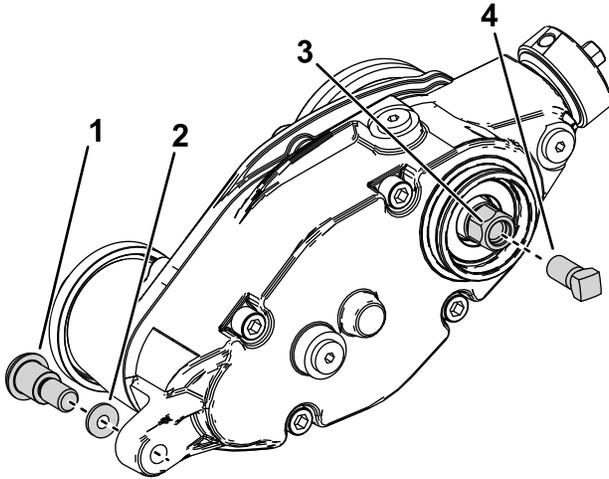

图 34
2. 卸下将疏草刀连接到驱动箱的夹紧螺栓图 34。
3. 卸下将疏草刀驱动箱连接到调整臂的轴肩螺栓和硬化垫圈图 34。
5. 如图 34 所示将加固螺丝零件号 1-803022——单独出售安装到疏草刀驱动六角头的内螺纹并上紧扭矩至 13.5Nm。
6. 转动疏草刀驱动六角头将疏草刀驱动箱从剪草滚刀上卸下图 34。